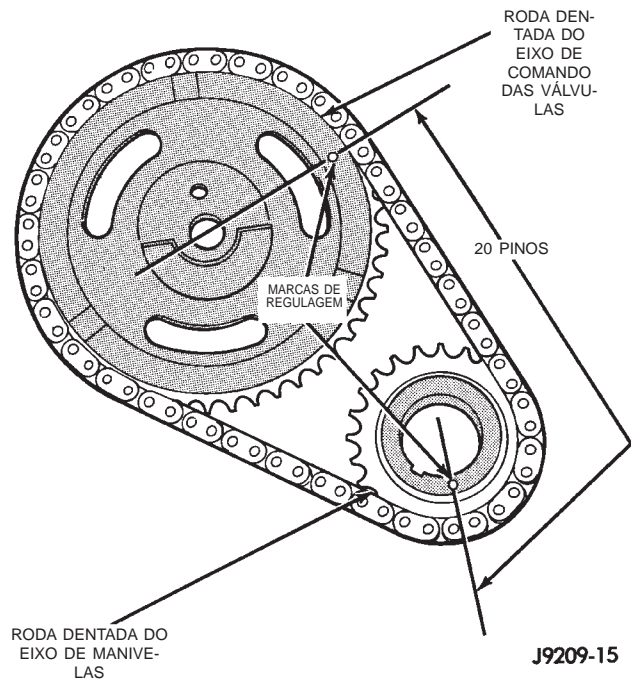

Fig. 53 Verifique a Instalação do Eixo de Comando das Válvulas e do Eixo de Manivelas
(5) Para verificar a instalação correta da corrente de distribuição, gire o eixo de manivelas para posicionar a marca de regulagem da roda dentada do eixo de comando das válvulas conforme ilustrado em (Fig. 53). Conte o número de pinos da corrente entre as marcas de regulagem de ambas as rodas dentadas. Deve haver 20 pinos.